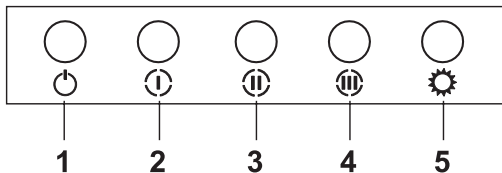

Figura 12: Pressione a tecla
*Fig. 12:* Substituição da lâmpada de vela de ignição. Remova o filtro do cartucho de alumínio. Remova a lâmpada defeituosa e substitua-a por uma nova com a mesma classificação. Figura 12